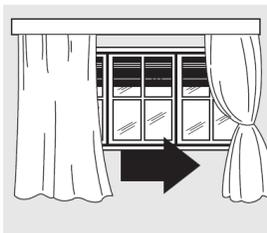

Рис. 13
2. Защитите помещение от прямого воздействия солнца, частично закрыв шторы и/или жалюзи, чтобы исключить лишние теплотери при работе прибора (рис. 13).